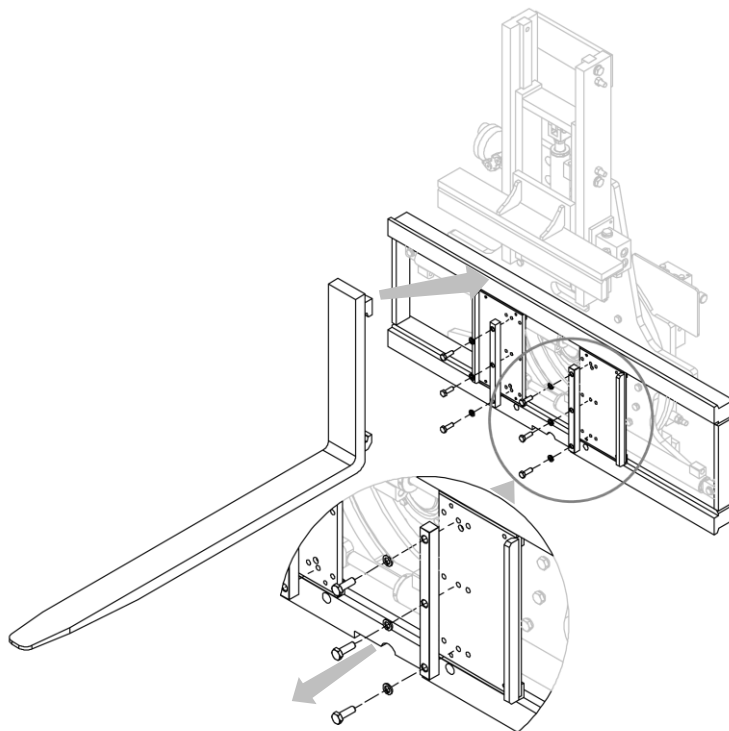

Figura 13
1. Aplique las horquillas (insértelas desde el centro donde hay la ranura correspondiente) después de haber desatornillado los topes (mira *Figura 13*); según el ancho de las horquillas, utilice los agujeros más adecuados.